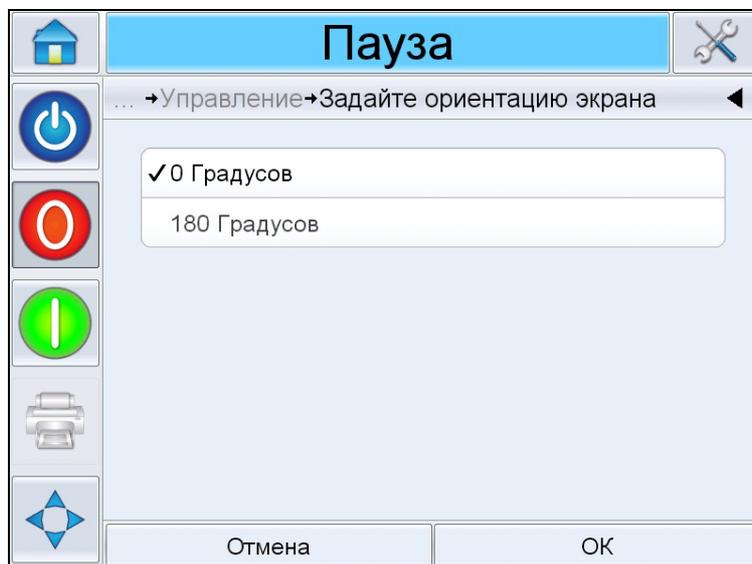

Рис. 5-7: Ориентация экрана
- 2 Выберите опцию *Установить ориентацию экрана* из списка. Откроется страница *Установить ориентацию экрана* (Рис. 5-7).